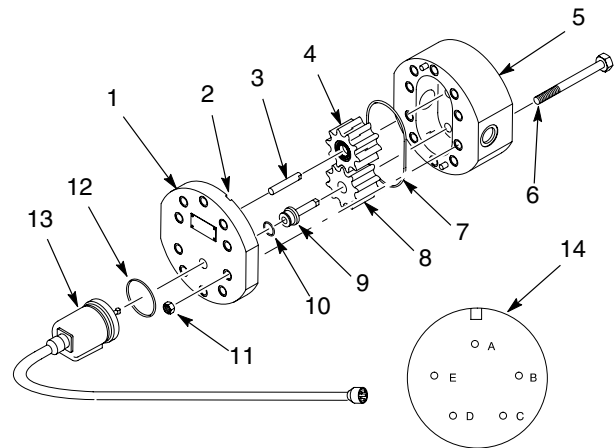

Figura 3 Caudalímetro típico con eje a rosca
1. Ver la figura 3. Desenroscar el cable del encoder electro-óptico (13).
1. Ver la figura 3. Insertar la junta tórica de la carcasa (7) en la ranura de la cubierta (1).
2. Instalar la junta tórica del eje del encoder (10) sobre el eje del encoder electro-óptico.